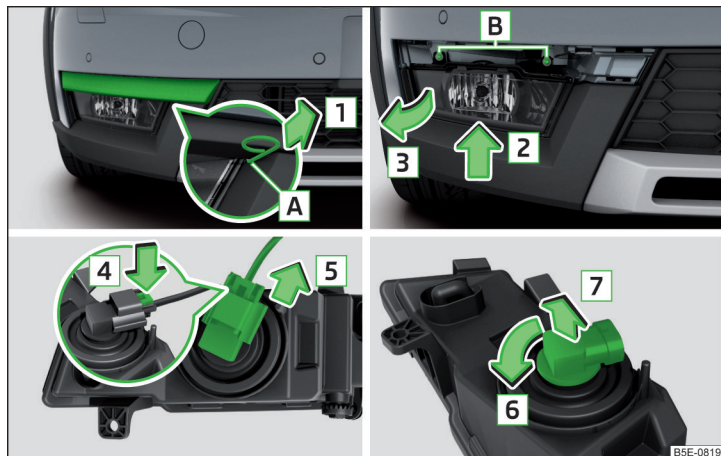

Fig. 361 Démontage du feu antibrouillard/remplacement de l'ampoule - variante 2
- Insérer l'étrier dans l'orifice [A] pour retirer les enjoliveurs intégraux de roue » fig. 361.
- Pour remonter le phare antibrouillard, insérez-le dans le sens de la flèche [3] » fig. 361 et vissez-le à fond.